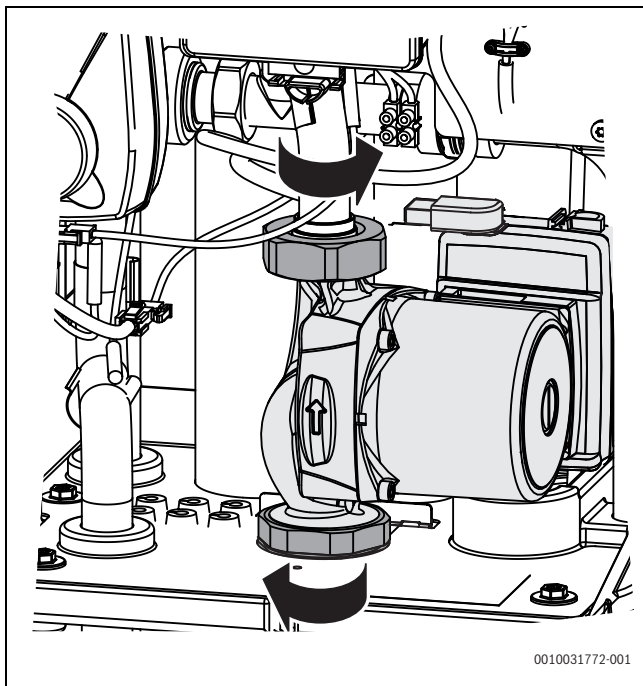

Fig. 40 Desserrer les écrous-raccords
- ▶ Desserrer les écrous-raccords sur la pompe et retirer cette dernière avec les joints (→ fig. 40). Exercer pour cela une contre-pression au niveau des raccords à vis avec un outil approprié.